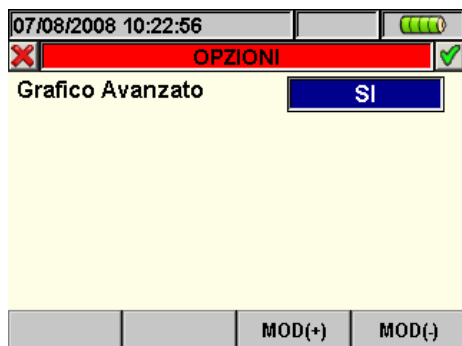

Fig. 137: Opzioni (Grafico Avanzato)
- Il tasto **F4** (o la voce **OPZIONI** a display) per accedere alla pagina di attivazione di "Grafico Avanzato" (Fig. 137).